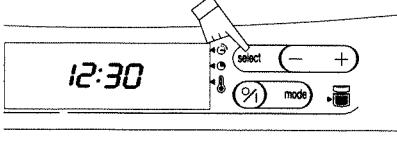

Fig. 3
- or press the  touch control (fig. 3).